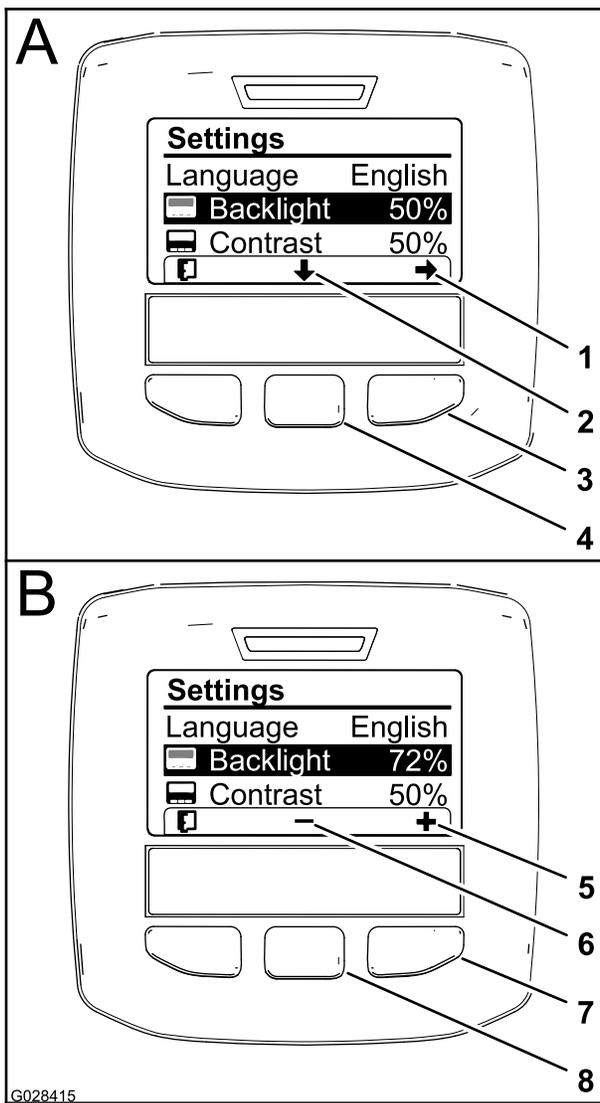

图22
- 要调节显示屏的背光水平可按中间选择按钮显示屏上向下箭头图标下方的按钮将选中项向下移至背光设置 图22。
3. 按右侧选择按钮以显示值调节内容图22。
4. 使用中间选择按钮和右侧选择按钮改变显示屏的亮度图22。
5. 按左侧选择按钮显示屏上列表图标下方的按钮可保存您的选择退出背光菜单返回设置菜单图22。
6. 要调节显示屏的对比度可按中间选择按钮显示屏上向下箭头图标下方的按钮将选中项向下移至对比度设置图22。
7. 按右侧选择按钮以显示值调节内容图22。
8. 按左侧选择按钮显示屏上列表图标下方的按钮可保存您的选择退出对比度菜单返回设置菜单图22。
9. 按左侧选择按钮退出设置菜单然后返回主菜单图20和图22。
10. 按左侧选择按钮可返回主屏幕图22。